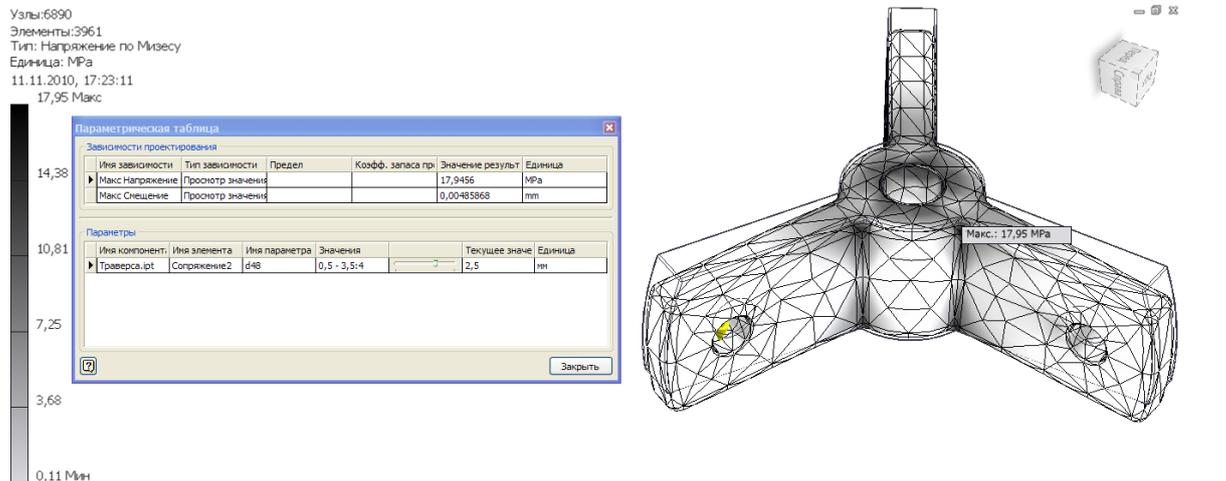

Рис. 18. Результаты параметрического расчета
18. Проведите расчет детали. Откройте параметрическую таблицу (рис. 18). Используя бегунок, меняйте текущее значение сопряжения в диапазоне от 0,5 мм до 3,5 мм. При этом значения максимальных напряжений будут также меняться. При значении радиуса сопряжения 2,5 мм величина максимальных эквивалентных напряжений по Мизесу будет наименьшей и составит чуть меньше 18 МПа. Таким образом, при увеличении радиуса сопряжений можно уменьшить величину напряжений в детали ПОЧТИ В два раза.